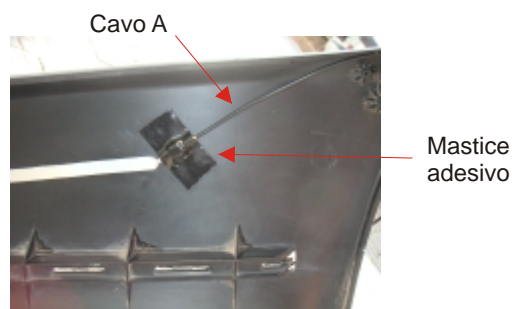

Fig.4
Collegare il cavo (A) al sensore antenna tramite il fast-on in dotazione. Si consiglia di rivestire e bloccare la connessione con il mastice fornito nel kit (fig. 4).